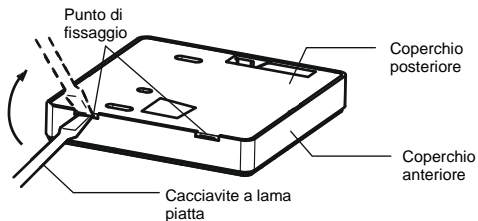

Fig. 2
1. Inserire un cacciavite a lama piatta nel punto di fissaggio sul retro del comando a filo e sollevarlo per fare leva sul coperchio posteriore. (Assicurarsi che la direzione di sollevamento sia corretta. Un sollevamento improprio danneggerà il coperchio posteriore!) (Vedere fig. 2)